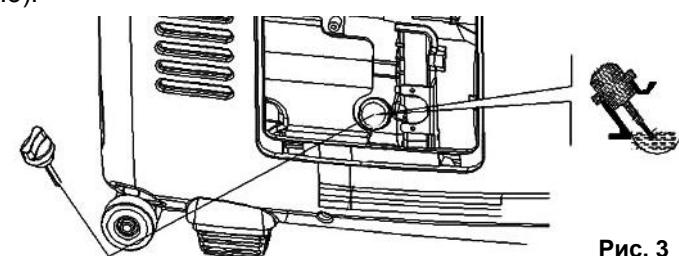

Рис. 3
- Отверните масляную пробку, достаньте щуп (См. Рис.3).
- Если уровень масла меньше нижней линии (L) на щупе, долейте масло до верхней линии (H)